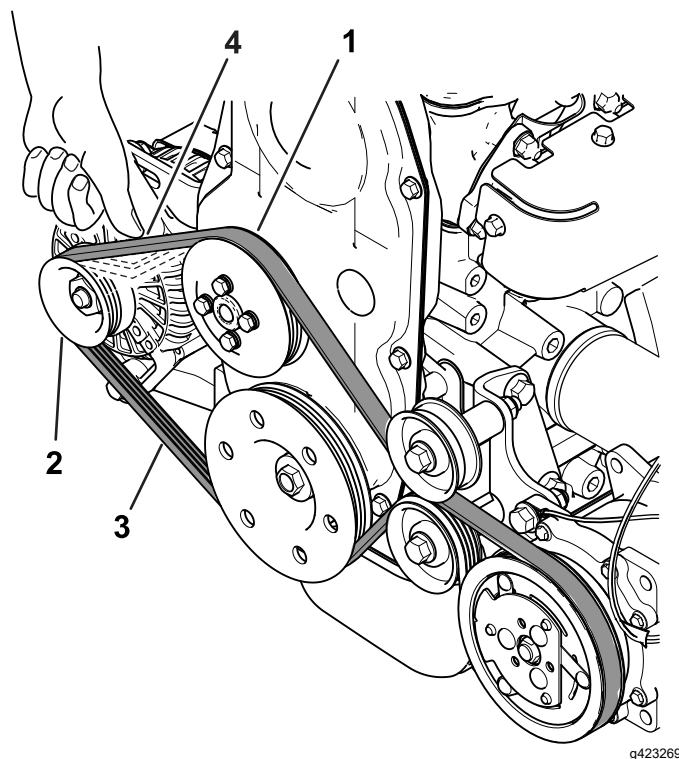

Figura 38
12. Misurate la flessione della cinghia applicando 98 N o una flessione da 8 a 10 mm sulla cinghia tra la puleggia della ventola e la puleggia dell'alternatore (Figura 38).